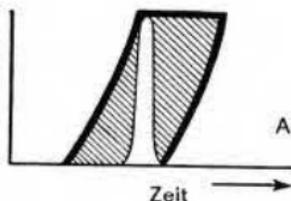

Abb. 9
- Man blitzt in den vollständig geöffneten Kameraverschluss hinein. Das ist bei der X- und F-Synchronisation der Fall und wird als „Offenblitztechnik“ bezeichnet (siehe Abbildung 9), Kabelanschluß bei X (früher E) und F.